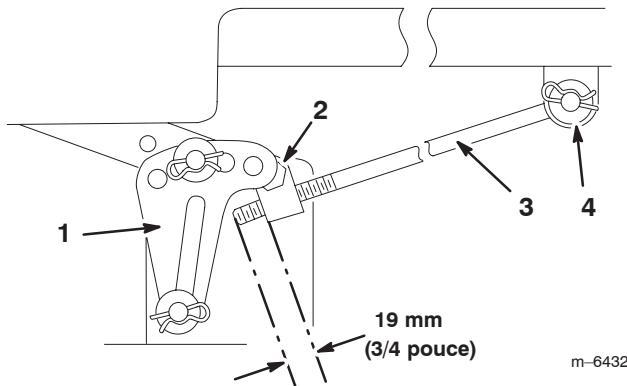

Figure 40
5. Mesurez la longueur de tige qui dépasse du bloc de réglage sur les côtés du châssis (Fig. 40).
6. Si la longueur n'est pas égale à 19 mm (3/4 pouce), retirez la goupille fendue et la rondelle de l'extrémité de la tige de réglage (Fig. 40), puis vissez ou dévissez la tige jusqu'à obtention de la longueur requise (19 mm ou 3/4 pouce).